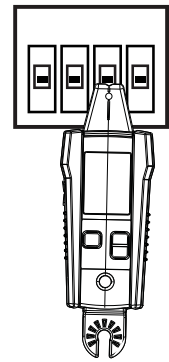

Abbildung 3.2b
2. Richten Sie die Kerbe am Spitzensensor der Länge nach am Leitungsschutzschalter/an der Sicherung aus (siehe Abbildung 3.2b).